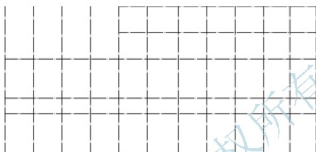

图 2.29 修剪⑤轴线左侧的⑥、⑦轴线
- (1) 单击【修改】工具栏上的【修剪】图标  (快捷键 TR), 启动【修剪】命令。
① 在**选择对象**或**<全部选择>**:提示下,单击⑤轴线上的任意位置,⑤轴线变虚。注意,该步骤所选择的对象是剪切边界,即下面将以⑤轴线为剪切边界,来修剪⑥、⑦轴线。
② 在**选择要修剪的对象**,或按住 **Shift** 键**选择要延伸的对象**,或 **[栏选(F)/窗交(C)/投影(P)/边(E)/删除(R)/放弃(U)]**:提示下,将光标移至⑥、⑦轴线上,在⑤轴线左边的任意位置单击,这样就以⑤轴线为边界将⑥、⑦轴线位于⑤轴线左侧的部分剪掉了,结果如图 2.29 所示。